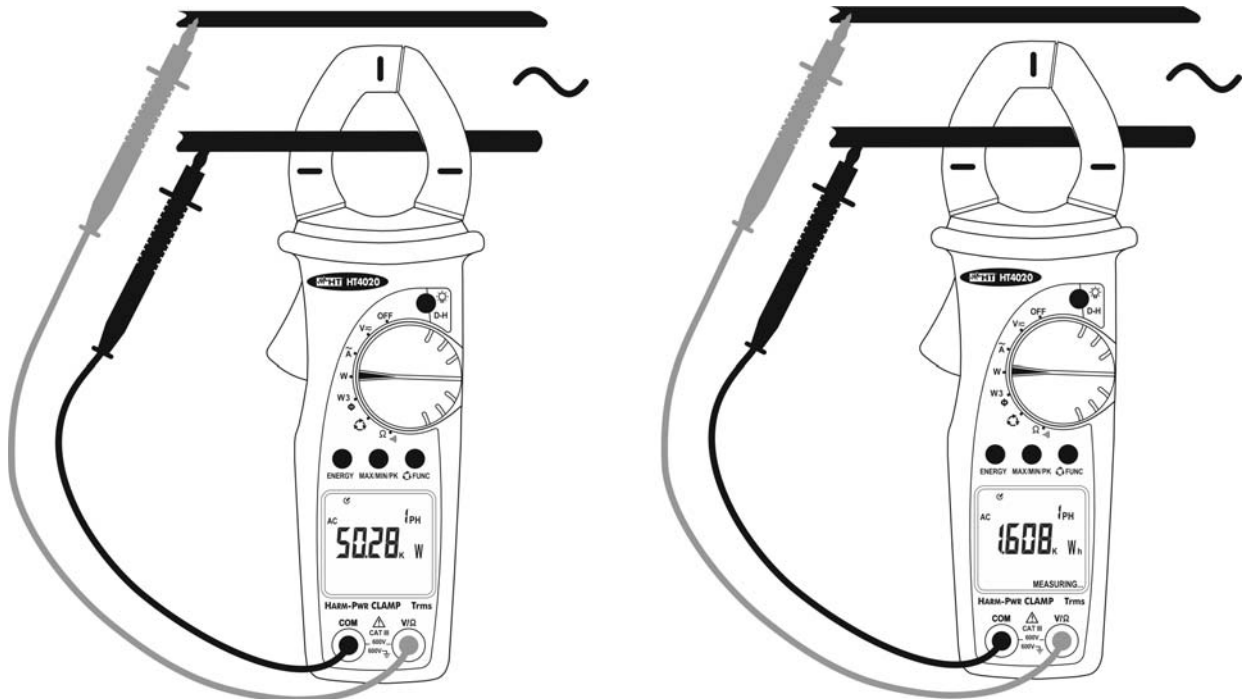

Fig. 11 : Mesures de puissance et énergie dans un système monophasé
2. Ouvrir le tore et insérer le câble au centre (voir § 4.1.2 et Fig. 11)